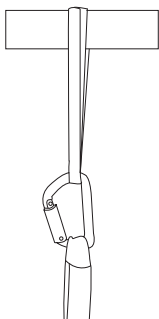
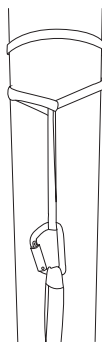
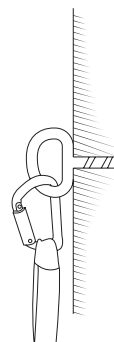

Bild 1A: Horisontell förankring
Bild 1B: Vertikal förankring
Bild 1C: Fast förankringspunkt i konstruktionen
2. Lägg förankringsslingan runt ett konstruktionselement och genom karbinhaken (bild 1A).
Om förankringsslingan placeras runt ett vertikalt konstruktionselement ska den dras runt detta två gånger och sedan genom sig själv. Fäst därefter karbinhaken enligt bild 1B. Kontrollera att förankringsslingan låses fast. I bild 1C visas hur man fäster karbinhaken till en fast förankringspunkt i konstruktionen, EN 795 klass A.
4. Lossa karbinhaken från förankringsslingan. Lägg förankringsslingan runt ett konstruktionselement och genom karbinhaken såsom visas i bild 1A eller bild 1B. Förankringspunkten måste tåla en belastning på 12 kN (EN 795). Fäst **Smartline X** enligt bild 4.